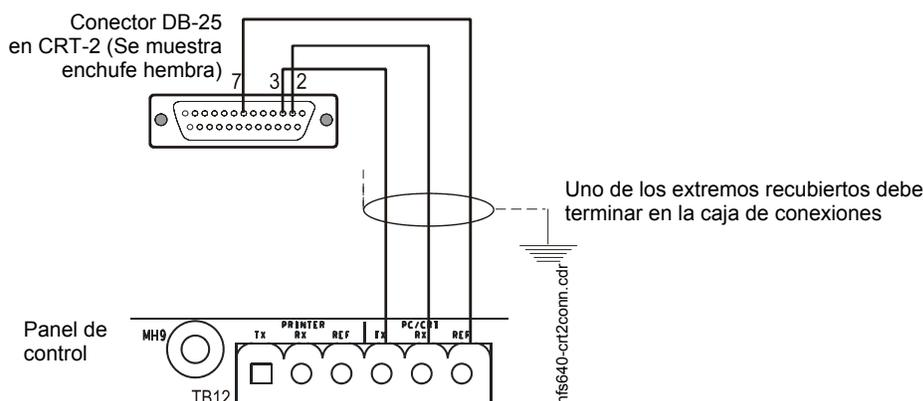

Figura 3.28 Conexión de un CRT-2
1. Conecte los tres (3) contactos abiertos del cable personalizado al bloque del terminal TB12 en el panel de control, tal como se muestra en la figura 3.28.